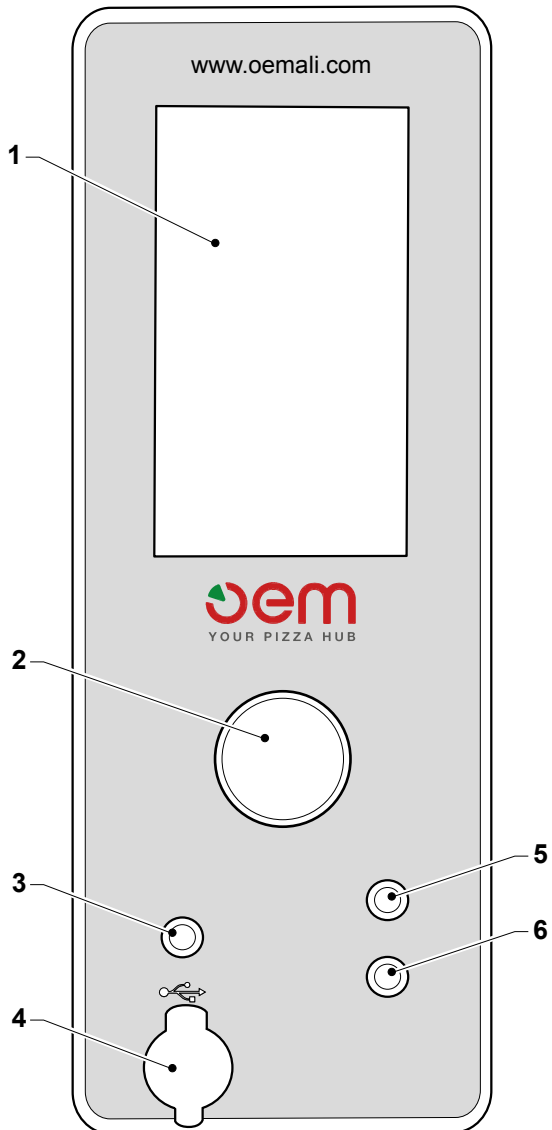

ABB. 2
5.2 - BENUTZERSCHNITTSTELLE (Abb. 2)